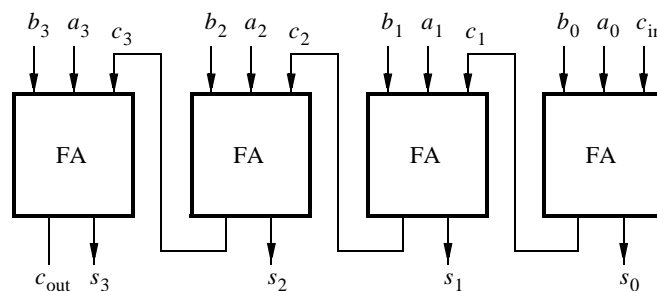
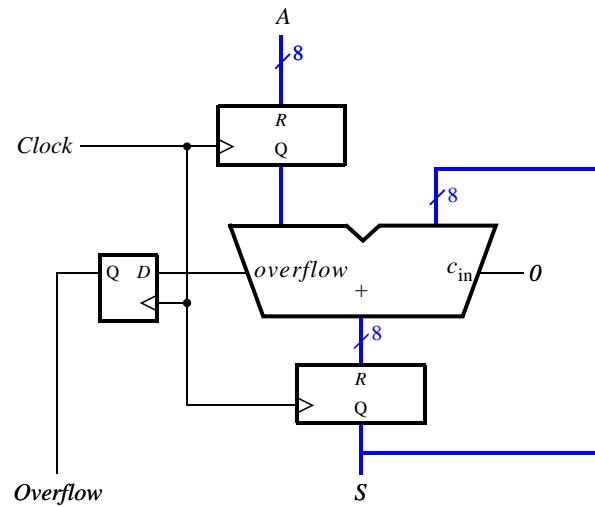

Figure 1: A four-bit ripple carry adder.
Figure 2: Un circuit accumulateur 8-bits.
On souhaite tout d'abord réaliser l'additionneur représenté dans la figure 2 travaillant sur des mots de 8 bits en complément à deux et générant un signal overflow lorsque le résultat de l'addition de A et B ne peut être valide sur 8 bits. Pour réaliser ce composant, vous utiliserez une structure à propagation de retenue comme indiqué dans la figure 1.
2. Écrire le code VHDL de l'additionneur complet basé sur la structure de la Figure 1. Suivre la méthode vue en cours utilisant une structure générique.
3. Écrire ensuite le code d'un processus avec sa liste de sensibilité pour représenter l'enregistrement des signaux A et S en registres (apparaissant dans la figure 2).
5. Écrire le code structurel complet du circuit de la figure 2. Pour cela, instancier les composants précédents au sein de la même architecture.